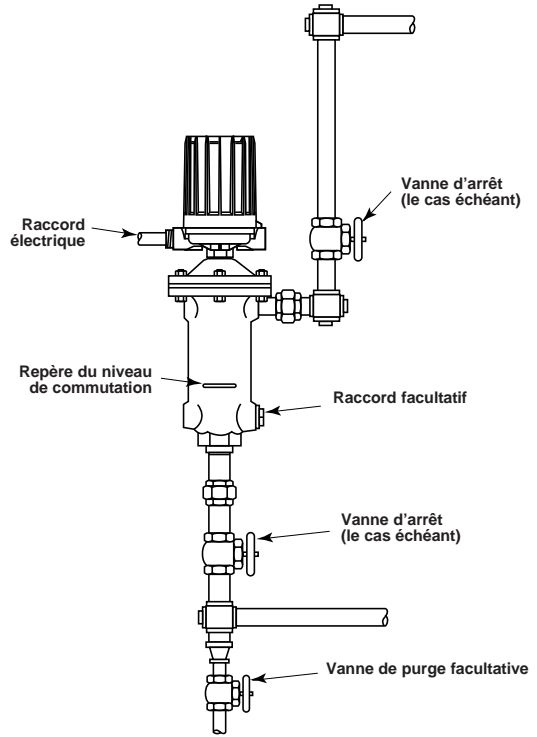

Figure 3
La **Figure 3** représente un montage typique de détecteur de niveau à flotteur Magnetrol avec cage à brides sur une cuve ou une chaudière. Les repères indiqués sur la cage déterminent les niveaux de commutation pour un fluide de densité minimum et pour un instrument équipé de 3 contacts. Voir les tableaux relatifs aux niveaux d'activation pour un instrument équipé d'un commutateur et pour différentes densités minimum.
6. Si le dispositif de l'aimant bascule librement et que le mécanisme ne fonctionne toujours pas, vérifier le montage de l'appareil qui doit être dans la tolérance de trois degrés (3°) par rapport à la verticale (placer un niveau à bulle sur le flanc du tube extérieur en deux endroits décalés de 90°. Voir **Figure 3** en page 4).